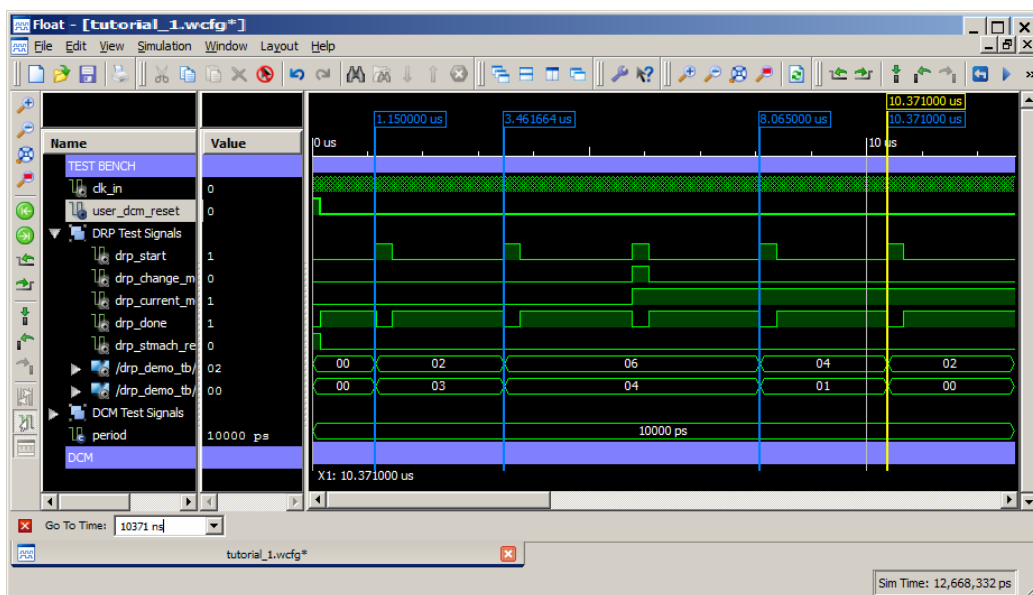

図 3-26：テストの開始点をマーカーで識別
4. [Console] パネルでテストベンチで実行された 4 つのテストの開始時間を確認し、そこにマーカーを追加します。波形ウィンドウは、 図 3-26 のように表示されます。